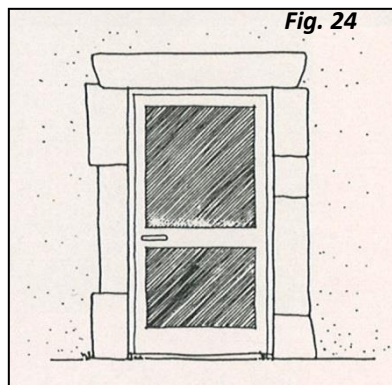

Fig. 24
- Il est alors fréquent de convertir les anciennes portes d'étable en portes-fenêtres (fig. 24),